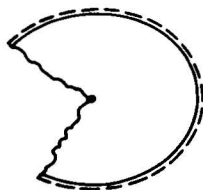
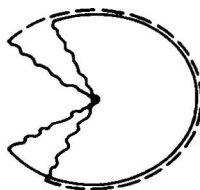
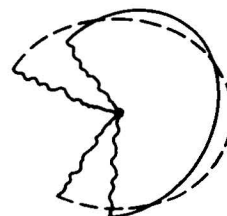

Fig.11a
Fig.11b
Fig.11c
- Si la figure 11b apparaît, régler U656 à l'aide de la clé 15 jusqu'à ce que la figure 11a soit obtenue.
- Si la figure 11c apparaît, régler d'abord R25 de U660 à l'aide de la clé 10 jusqu'à ce que la figure 11b apparaisse, régler ensuite avec la clé 15 U656 jusqu'à obtenir la figure 11a. Enlever les connections effectuées.
- Erhält man Fig.11b, ist U656 mit Trimmschlüssel 15 so abzugleichen, dass Fig.11a entsteht.
- Erhält man Fig.11c, ist R25 von U660 mit Trimmschlüssel 10 so abzugleichen, dass Fig.11b entsteht und als dann U656 mit Trimmschlüssel 15 abgleichen, dass Fig.11a entsteht.